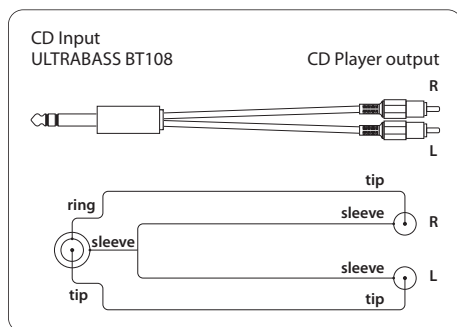
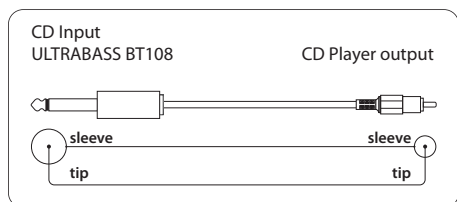

图 4.3: 立体声转接器电缆
图 4.4: 单声道转接器电缆
- ① 在 **INST. INPUT** 插孔上连接你的贝司。为此你应使用通用的 6.3 mm 单声道插头连接线。
- ② 通过 **VOLUME** 调节钮你可调节乐器声道的音量。要改变乐器和 CD 之间的音量关系, 只需调节你乐器的音量调节钮。
- ③ 在 **CD INPUT** 上你可连接 CD 播放机、磁带运转机、CD 或 MD 随身听的输出端。这样你可很方便地播放音乐 CD 或贝司吉他教科书随带的 CD, 并可同时进行练习。插孔是 6.3 mm 立体声插孔。如果你的 CD 播放机只有 Cinch 输出端, 那么你还需一根转接器电缆。在任何一家音乐商店你应该都能毫无问题地买到这种转接器或转接器电缆。第 4 章“音频连接”中的图 4.3 所示的便是这种转接器。你也可使用单声道电缆(图 4.4), 不会损坏放大器或 CD 播放机。
- ④ 用 **LOW** 调节钮可抬高或降低音频率。
- ⑤ 用 **LOW MID** 调节钮可抬高或降低音中心频率。
- ⑥ 用 **HIGH MID** 调节钮可抬高或降低高音中心频率。
- ⑦ 用 **HIGH** 调节钮可控制高音频率。你可借此使你的贝司听起来更“清晰”一些。
- ⑧ 在 **HEADPHONES** 插孔上你可连接你的耳机。如果使用了耳机接口, 扬声器便调为无声。
- ⑨ 用 **POWER** 开关启动 BT108。当连接电源网时, **POWER** 开关应位于“关”的位置。
- ⑩ 产品序号。